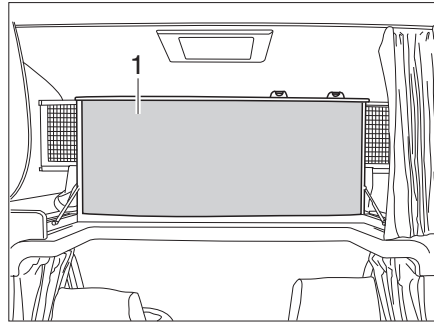

Bild 123 Alkovenbett, nach oben geklappt
- Alkovenbett (Bild 123,1) vorn nach oben klappen. Das Alkovenbett wird von Gasdruck-Federn in der oberen Stellung gehalten.